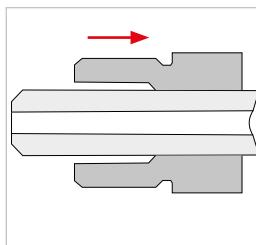

Abbildung 1
- Schieben Sie die Druckschraube auf das gereinigte Rohr (Abbildung 1).